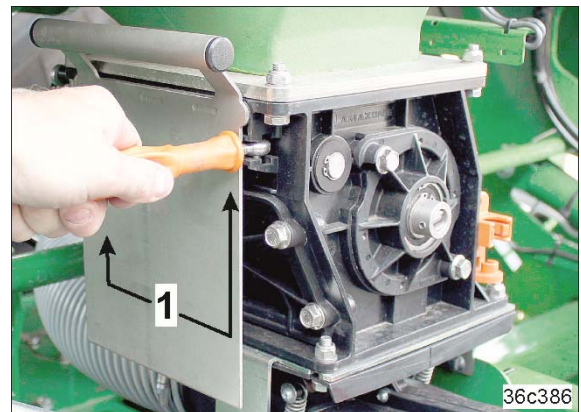

Fig. 227
- 1.2 Løsne to muttere (Fig. 227/1), ikke skru de av.